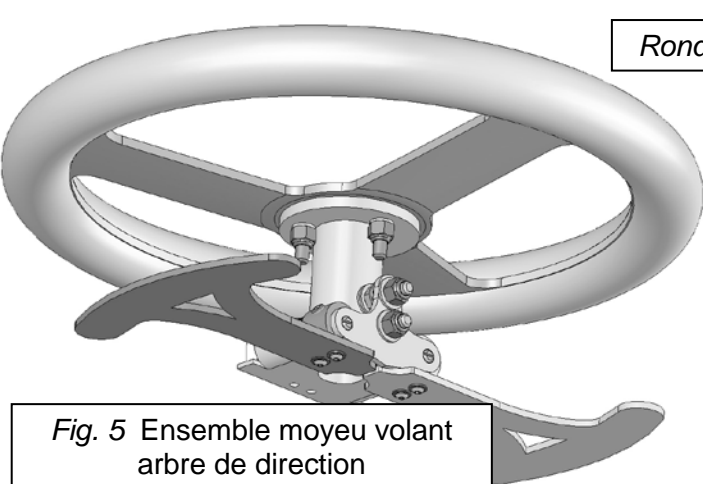
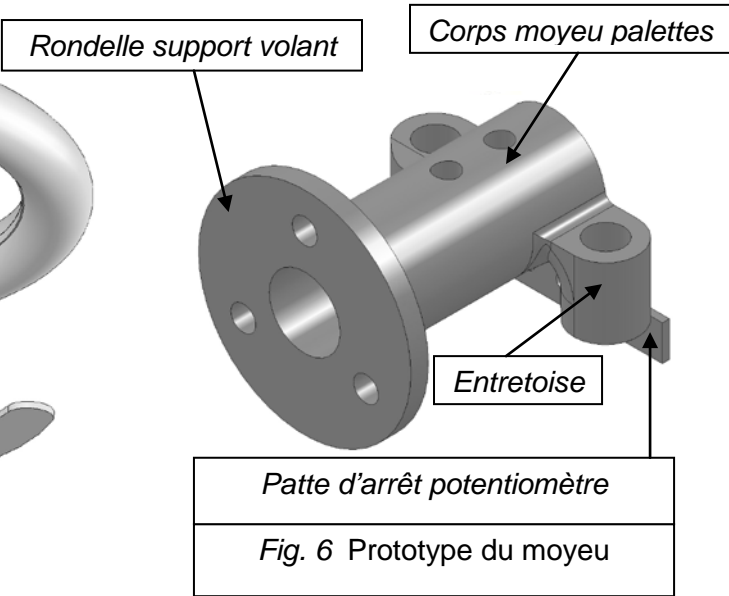

Fig. 5 Ensemble moyeu volant arbre de direction
Fig. 6 Prototype du moyeu
Afin de valider les solutions techniques de fonctionnement du nouveau moyeu, un prototype a été réalisé à l'aide d'une imprimante 3D (machine de prototypage) fig. 5 et fig. 6.
- Modélisez les pièces nécessaires à la réalisation du moyeu, utilisez les noms donnés Fig. 6.